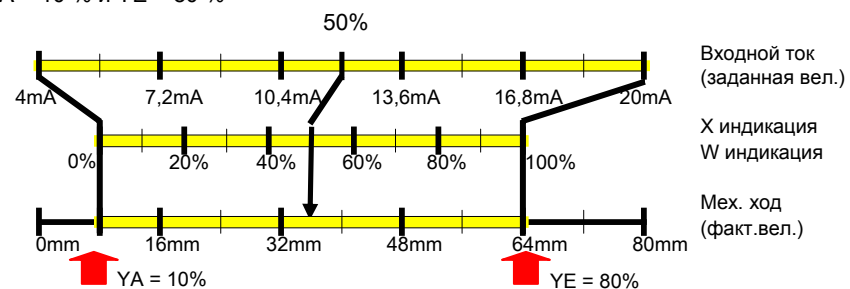

Рис. 4-9 Зависимость хода от нормирования, а также от YA и YE на примере 80 mm-поступательного привода
44.AFCT	Функция тревоги Привод может сигнализировать превышение (max) или выход за нижнюю границу (min) заданного хода или угла поворота. Срабатывание тревог (концевых контактов) завязано на MPOS-масштабирование (см. рис. 4-9, стр. 85). Сигнализация тревог осуществляется через модуль тревоги (номер заказа 6DR4004-6A или -8A). Дополнительно тревоги могут считываться через HART-интерфейс (опция). Направление действия двоичных выходов может согласовываться с системами слежения от High-aktive до Low-aktive.